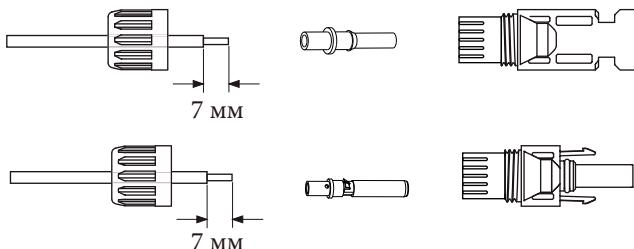

Рис. 3.3 Розбирання накидної гайки роз'єму
- А) Зачистіть дріт постійного струму приблизно на 7 мм, відкрутіть накидну гайку роз'єму (див. рисунок 3.3).